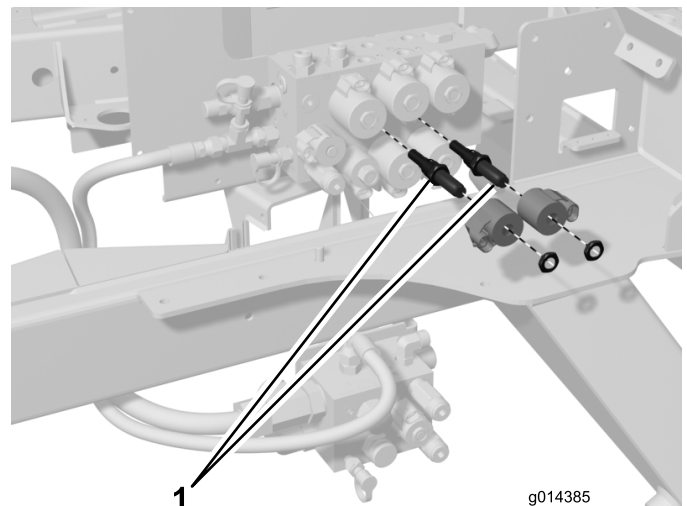

Figura 5
13. Retire las contratueras que sujetan las bobinas a las válvulas de solenoide S4 y S9 del colector de elevación (Figura 5).
14. Retire las válvulas de solenoide S4 y S9 del colector de elevación y sustitúyalas con las válvulas de solenoide incluidas en el kit (Figura 5). Apriete las válvulas de solenoide a 34 Nm.